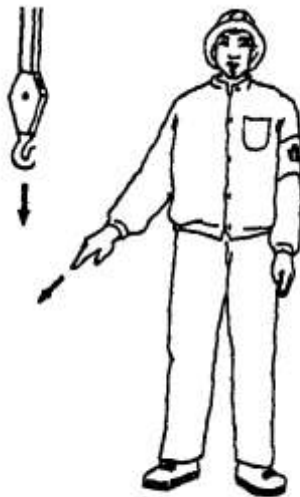

Рис. 24-10
24.10 Указание опускания вниз Вытянутыми пальцами указывают направление вниз (рис. 24-10).